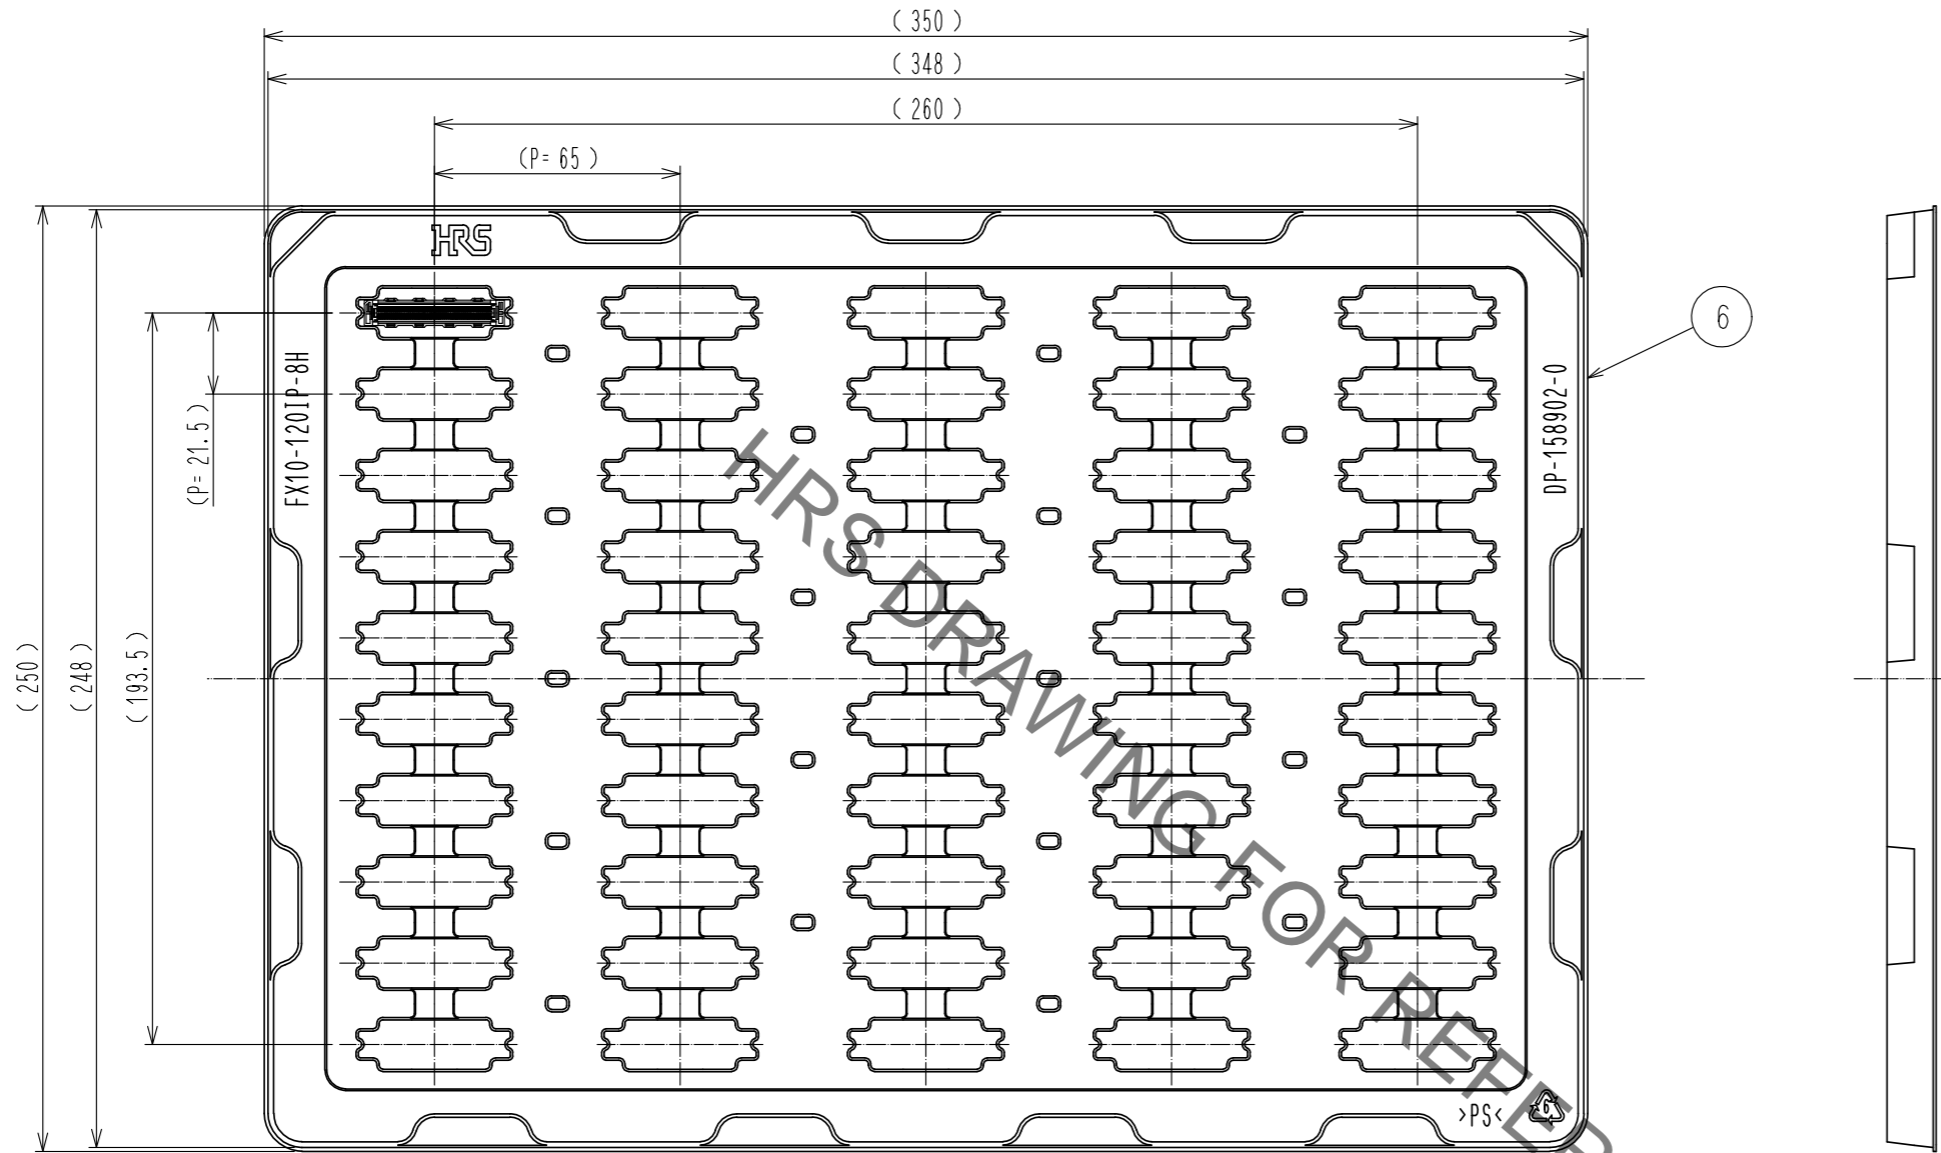

Fig.3 梱包状態図 (1:2) <6>
- 6) 本製品は1ソフトトレイに50個入りとなります。詳細はFig. 3を参照ください。